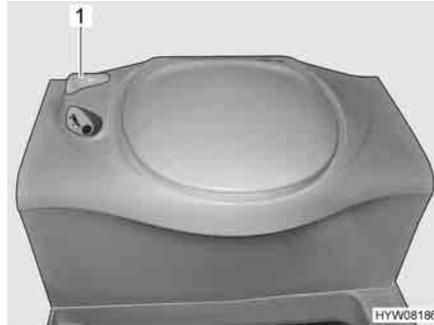

Fig. 168 Toilette Thetford
- Prima di tirare l'acqua, aprire il cursore della toilette Thetford. A tal fine ruotare la leva del cursore (Fig. 168,1) in senso antiorario.
- Dopo aver tirato l'acqua chiudere il cursore. Ruotare la leva del cursore (Fig. 168,1) in senso orario.